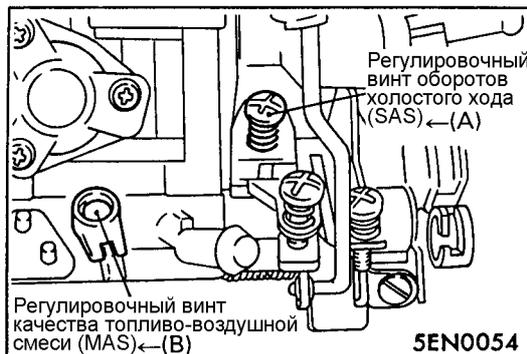

Рис. 10.6
- (4) С помощью винтов (A) и (B) (рис. 10.6) отрегулируйте обороты холостого хода и концентрацию СО.